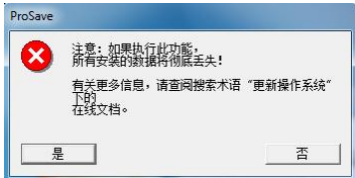

图 5-4
4. 点击“更新 OS”按钮，系统弹出如下警告信息，如果您确实要做更新 OS 的操作，那么点击“是”，否则点击“否”。如图 5-4 所示。